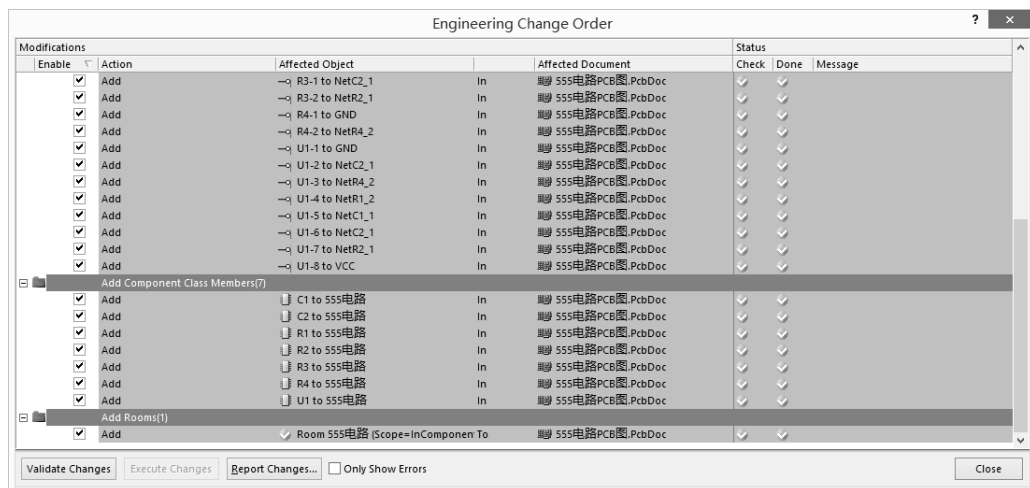

图 3.1.13 执行结果
(3) 单击“Execute Changes (执行更改)”按钮,系统将执行所有的更改操作,如果执行成功,“Status (状态)”区域下的“Done (完成)”列表栏将被选中,执行结果如图 3.1.13 所示。